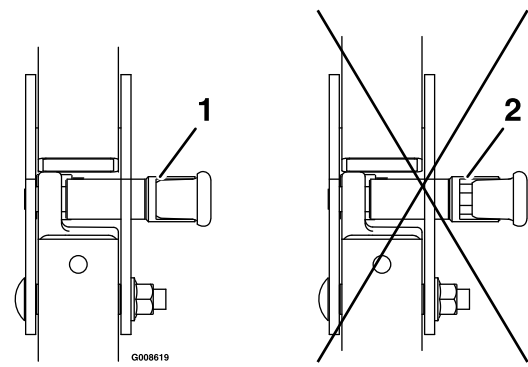

Figure 11
1. Levez l'arceau de sécurité à la position d'utilisation et tournez les boutons de sorte à les déplacer partiellement dans les rainures (Figure 11).
2. Redressez complètement l'arceau de sécurité tout en poussant sur la partie supérieure; les goupilles s'engagent en position quand les trous sont en face (Figure 11).
3. Appuyez sur l'arceau de sécurité et vérifiez que les deux goupilles sont engagées (Figure 11).